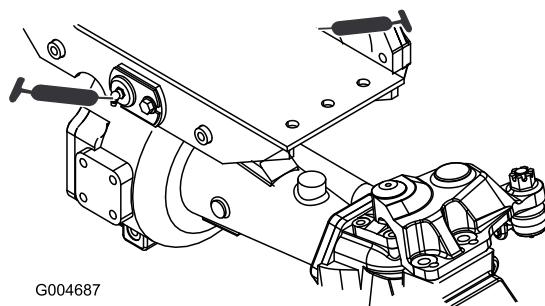

Figura 37
- Casquillos de los pivotes de los ejes delantero y trasero (2) (Figura 37).